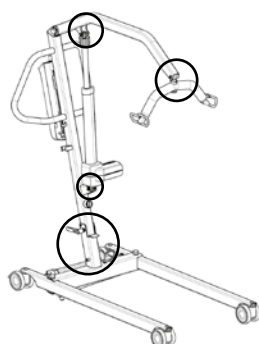

Abb. 2: Lokalisierung der Gefahrenbereiche für Einklemmungen/Quetschungen am SAMSOFT ELITE 180
- Am Patientenhifter befinden sich an mehreren Stellen Quetschbereiche, an denen die Extremitäten des Körpers eingeklemmt werden können (Abb. 2).